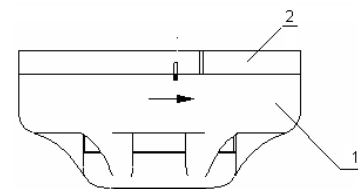

Рисунок 3
- совместить прорезь на боковой поверхности крышки извещателя 1 (рисунок 3) с маленькой меткой на боковой поверхности розетки 2;